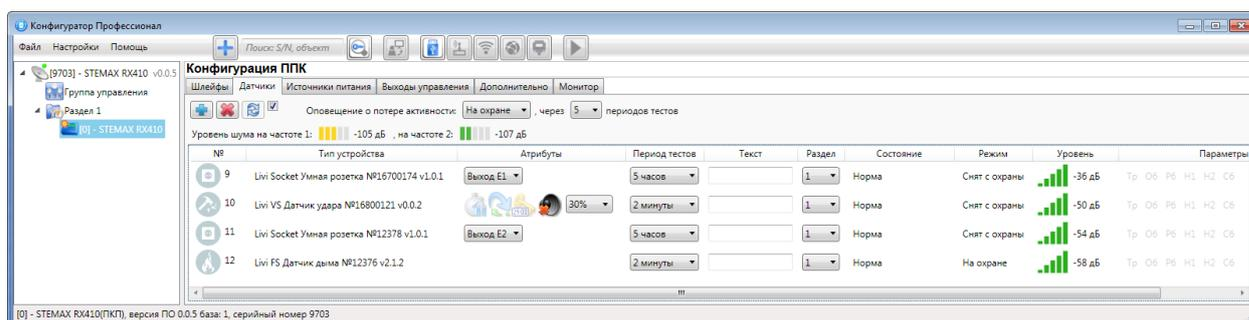

Рисунок 8.5 — Вкладка «Датчики» контроллера STEMAX RX410
В верхней части вкладки «Датчики» (см. рисунок 8.5) задаются основные параметры работы радиоустройств Livi.
1. На вкладке «Датчики» нажмите кнопку  (см. рисунок 8.5).
После регистрации радиоустройства будут отображены на вкладке «Датчики» (см. рисунок 8.5).
Параметры и данные о состоянии зарегистрированных радиоустройств представлены в виде таблицы со следующими столбцами (см. рисунок 8.5):